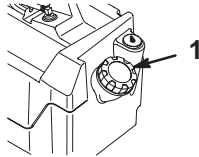

Figure 11
2. Nettoyez la surface autour du bouchon du réservoir de carburant (Fig. 11).